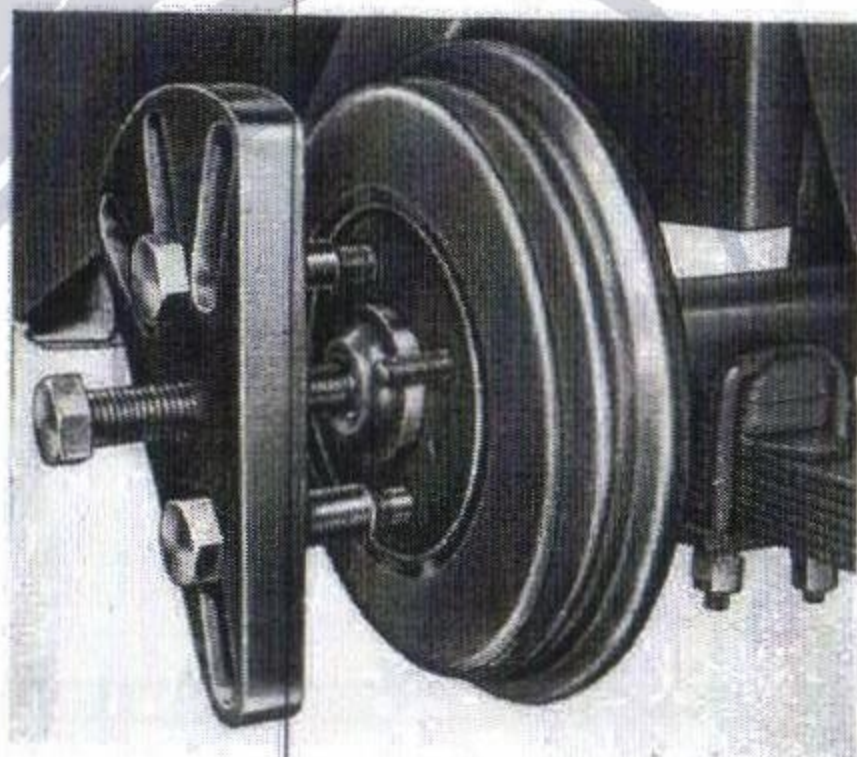

Fig. 73.
- Retirer les moyeux avec les tambours de frein des arbres de roue, après avoir retiré les goupilles et les écrous au moyen de l'arrache-moyeu A. 6469 (fig. 73);